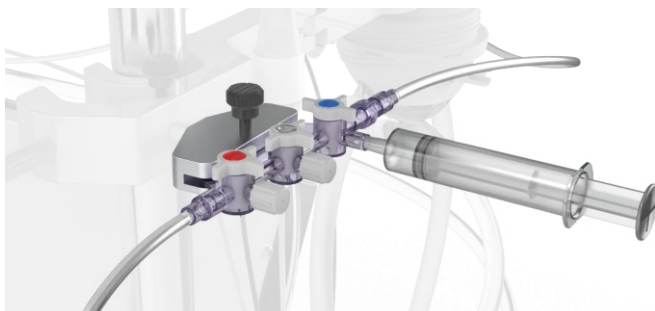

Figura 21 Deaerazione dalla linea del campione aspirando con una siringa. Assicurarsi che la valvola blu sia orientata come indicato.
- Aprire la valvola blu sulla porta di campionamento (Figura 21).